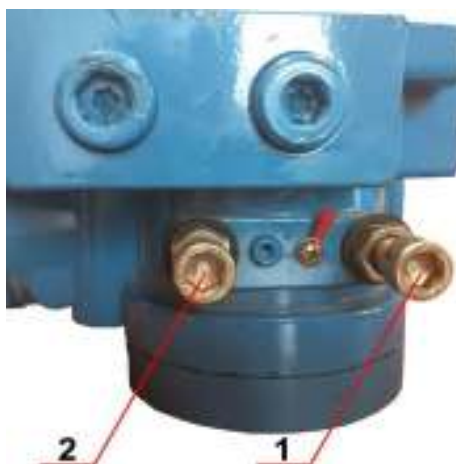

Рис. 4. Ограничители хода
- 2.3.2.1.3. Ослабить контргайку ограничителя хода (1), вывернуть стопорный винт на 1-2 оборота (рис. 4)
- 2.3.2.2.3. Ослабить контргайку ограничителя хода (2), вывернуть стопорный винт на 1-2 оборота (рис. 4)